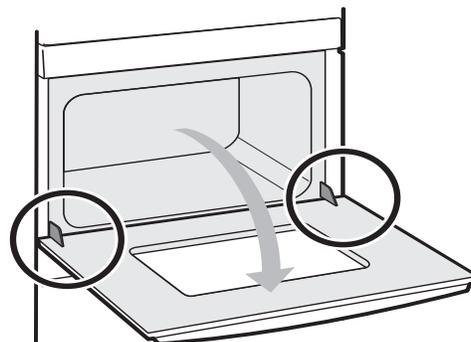

Figure 37 : Porte en position horizontale
3. Ouvrez complètement la porte du four, parallèlement au sol (Figure 37).